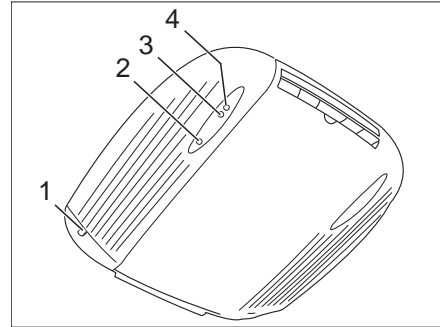

Bild 203 Innervy
- Anslut fordonet till 230 V-försörjningen. Klimatanläggningen är driftklar. Den röda lysdioden (Bild 203,2) lyser.
- Den gröna kontrollampan (Bild 203,3) visar kyldriften, den röda kontrollampan (Bild 203,4) värmedriften.